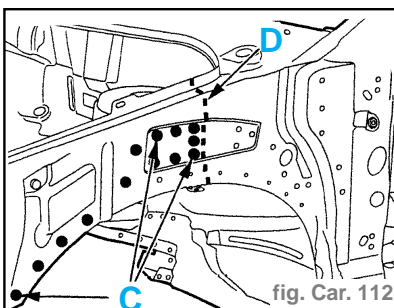

fig. Car. 112
- Solder par points électriques (suivant G) (avec l'équipement AB1) (fig. Car. 112).